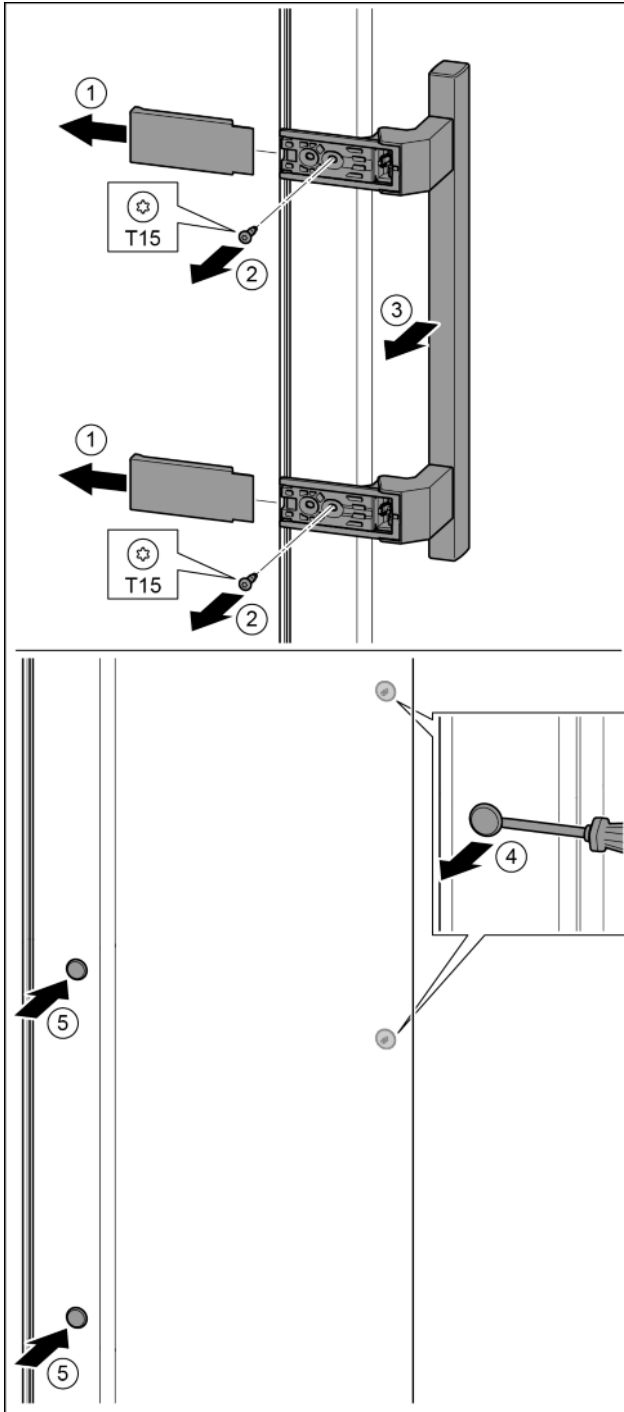

Fig. 18
- ▶ Зніміть кришку. *Fig. 18 (1)*
- ▶ Викрутіть гвинти за допомогою викрутки T15. *Fig. 18 (2)*
- ▶ Зніміть ручку. *Fig. 18 (3)*
- ▶ За допомогою шліцевої викрутки обережно підійміть бокову пробку та витягніть її. *Fig. 18 (4)*
- ▶ Знову вставте пробку з іншого боку. *Fig. 18 (5)*